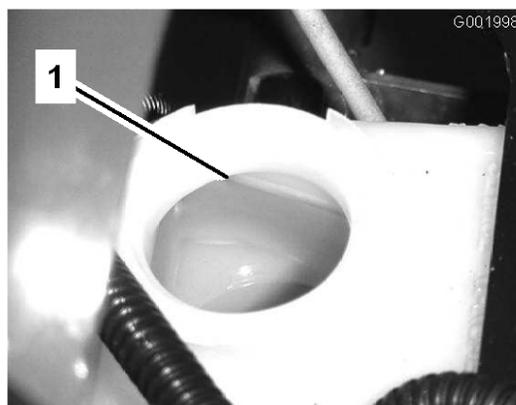

Figura 62
- El nivel de líquido debe llegar a la línea Lleno del depósito (Figura 62).